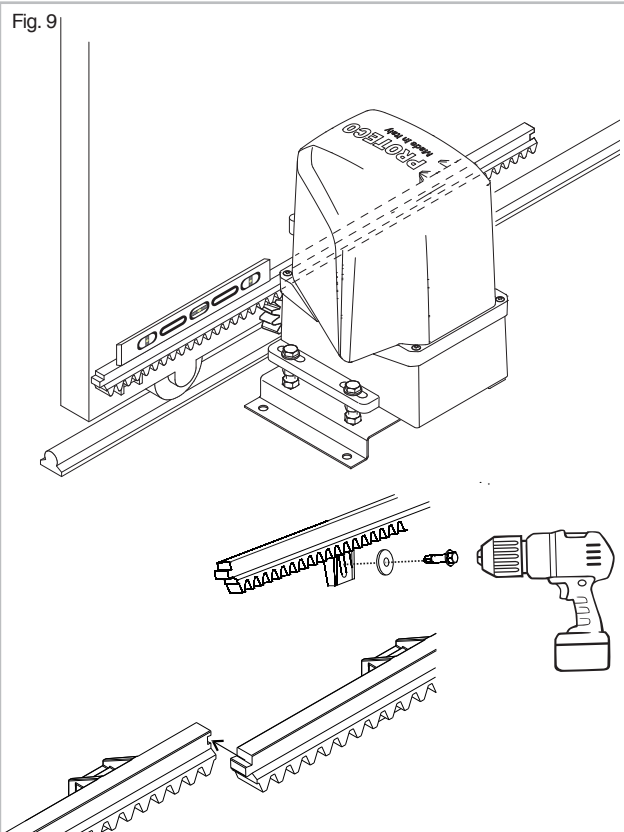

Fig. 10
- En caso de que el último módulo salga del portón, agregue una patilla de soporte (fig. 10).
- En caso de que el último módulo exceda el portón, agregue una patilla de soporte (fig. 10).